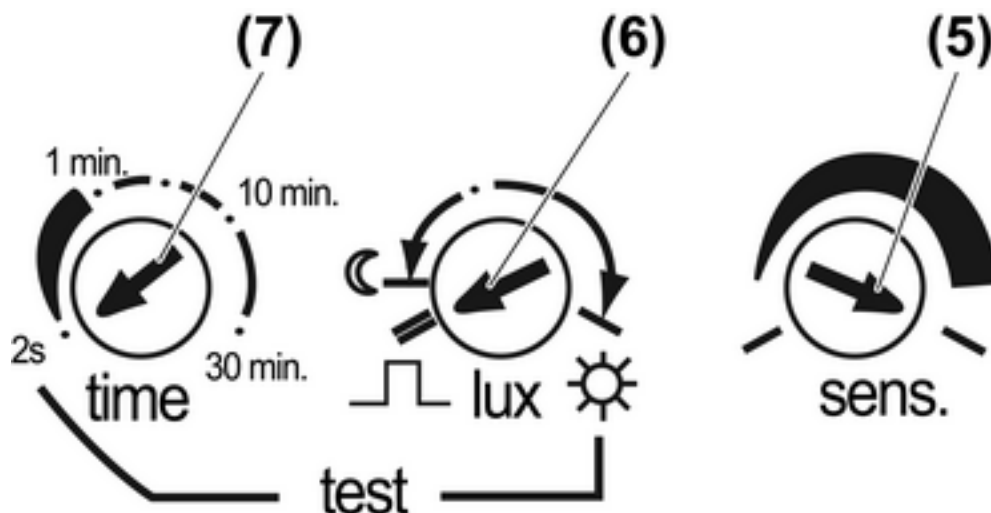

Bild 5
- Einsteller **lux** (6) in Position \sqcap drehen (Bild 5).